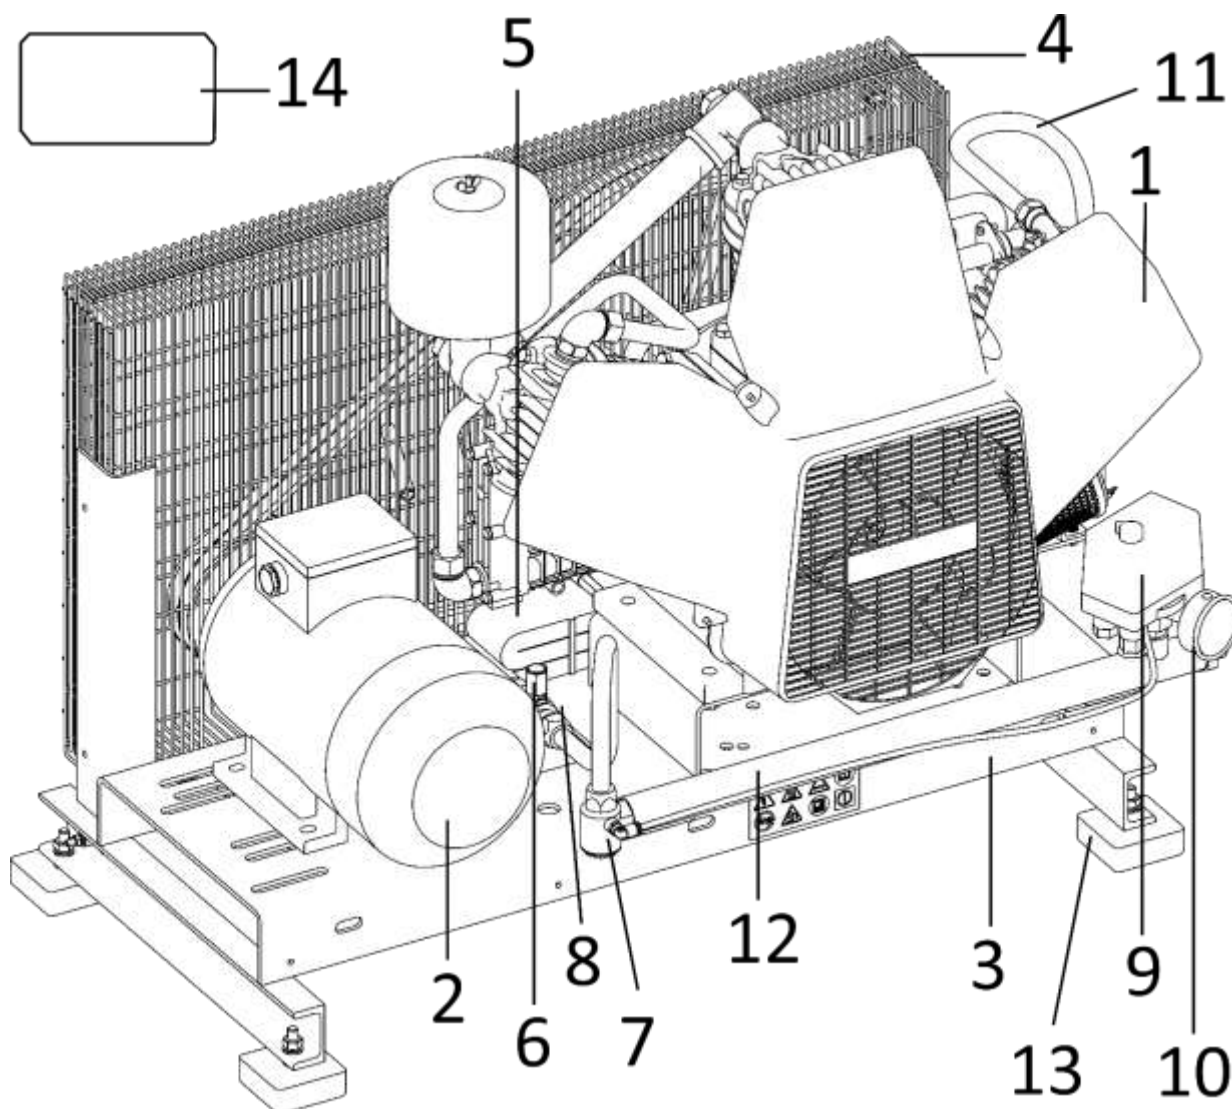

Рисунок 3
6.3.3 На отводящем трубопроводе необходимо установить трехходовой кран или другое устройство, обеспечивающее сброс давления воздуха из коллектора 12 (см. рисунок 3), при остановке и отключении компрессора от воздушной сети.
Компрессор (рисунок 3) состоит из следующих основных сборочных единиц и деталей: блока компрессорного 1, электродвигателя 2, платформы 3, защитного ограждения 4, охладителя 5, предохранительного клапана 6, обратного клапана 7, электромагнитного клапана разгрузки 8 (в компрессорных установках СБ4-F75/8 S/D, СБ4-F75 S/D, СБ4-F75/14 S/D), прессостата 9, манометра 10, воздухопровода 11, коллектора 12, виброопор 13, шкаф с электроаппаратурой 14 (в компрессорных установках СБ4-F75/8 S/D, СБ4-F75 S/D, СБ4-F75/10 S/D).